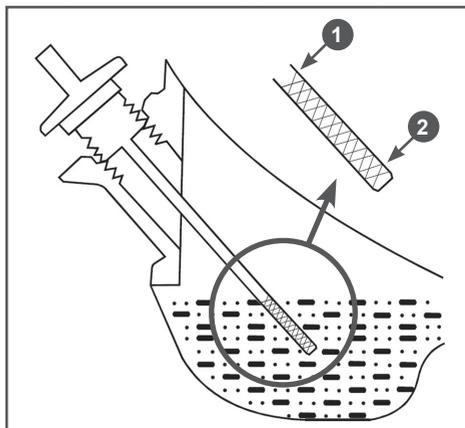

Рис. 7 Проверка уровня масла в картере
4. Установите крышку-щуп в отверстие маслосазливной горловины, не закручивая его (Рис. 7).
5. Аккуратно вытащите щуп и осмотрите его. Уровень масла должен соответствовать верхней отметке 1 на щупе (Рис. 7).
3. Протрите щуп насухо и вставьте в отверстие горловины, не закручивая (Рис. 7).
4. Аккуратно извлеките щуп и осмотрите его. Уровень масла должен соответствовать верхней отметке 1 на щупе (Рис. 7).
При недостаточном уровне масла в картере необходимо долить чистое масло до верхней отметки 1 на щупе (Рис. 7).